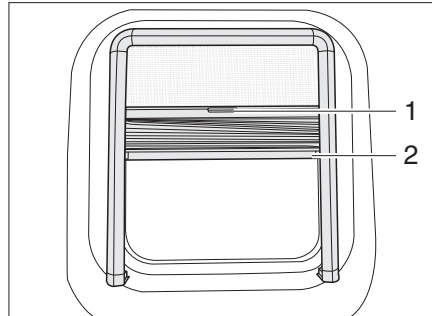

Bild 15 Ausstellfenster
**Schließen:** ■ In die Einkerbung (Bild 15,2) fassen und Verdunklungsrollo von oben nach unten bis zur gewünschten Höhe ziehen.
**Öffnen:** ■ In die Einkerbung (Bild 15,2) fassen und Verdunklungsrollo oben schieben.
**Schließen:** ■ Insektenschutzrollo an dem Griff (Bild 15,1) nach unten ziehen.
**Öffnen:** ■ Insektenschutzrollo an dem Griff (Bild 15,1) nach oben schieben.